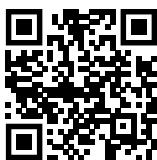

Fig. 139
- Откройте Liebherr SmartMonitoring Dashboard. (см. Fig. 139)